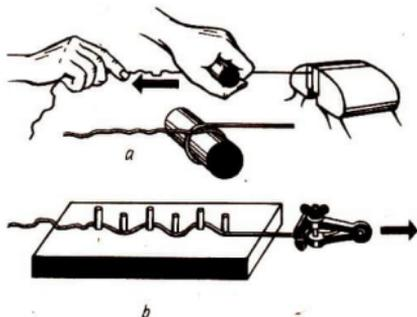

Bild 100/2 Richten von Draht
**Das Richten** wird angewendet, um einem Werkstoff seine ursprüngliche Form wiederzugeben. Meistens sollen verformte Bleche, Stangen und Drähte gerichtet werden. Zum Richten von Blechen, Stangen, Flachprofilen benutzt man eine ebene Stahlunterlage (Richtplatte) und einen Hammer. Um Schäden an der Werkstückoberfläche zu vermeiden, verwendet man einen Gummihammer. Zum Festhalten des Werkstückes dient eine Zange oder ein Feilkloben. Dünne Drähte werden gereckt, indem sie über einen Rundstab gezogen werden (Bild 100/2a). Dickere Drähte kann man recken, indem sie zwischen den Stiften einer Vorrichtung durchgezogen werden (Bild 100/2b).